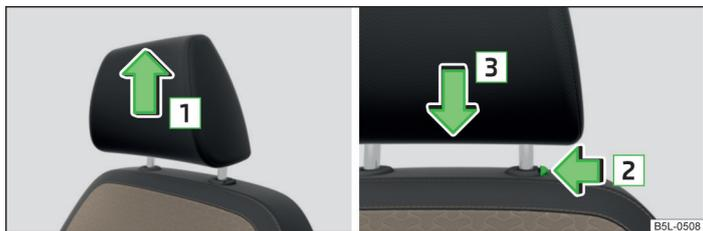

Fig. 46 Reposacabezas. mover hacia arriba / hacia abajo
- Si se desea mover hacia arriba el reposacabezas, agárrelo lateralmente con las dos manos y desplácelo en el sentido de la flecha **1** » fig. 46 según se desee.
- Pulse la tecla del seguro en el sentido de la flecha **2** » fig. 46 y extraiga el reposacabezas.